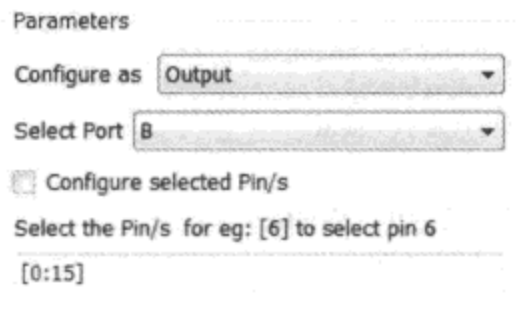

图 7.2.46 Port Config 模块设置
(3) 双击 Port Config 模块,选择端口 B 的方向为 Output,取消勾选 Configure selected Pin/s 复选框,如图 7.2.46 所示。